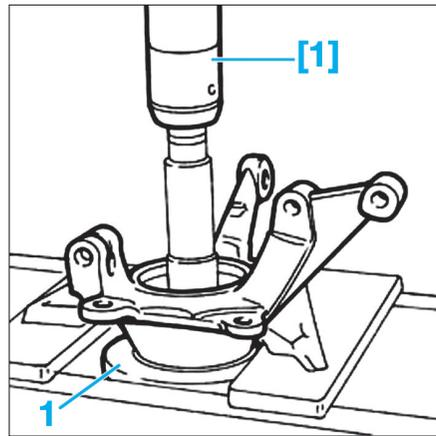

Fig. 24
- [1]. Presse hydraulique (Fig.24).
- A l'aide d'une presse [1], déposer le moyeu de roue (1) avec la bague interne du roulement (Fig.24).